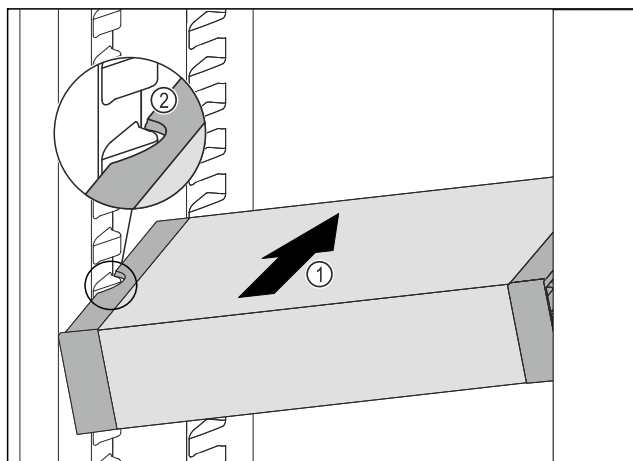

Fig. 115
- VarioSafe schräg in das Kühlteil einschieben Fig. 115 (1), bis sich die seitlichen Aussparungen Fig. 115 (2) des VarioSafes auf Höhe der Behälterrippe im Kühlteil befinden.